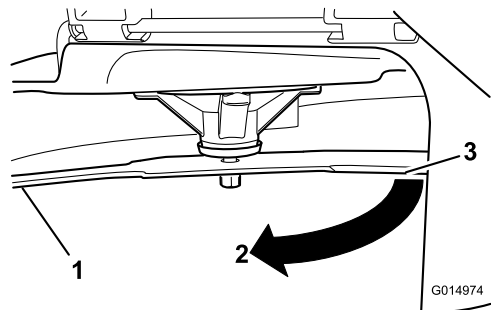

Figura 61
4. Rotiți aceeași lamă la 180 de grade, astfel încât marginea de tăiere opusă să se afle acum în aceeași poziție (Figura 61).